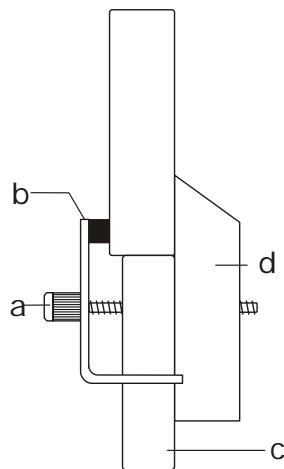

Fig. 5 Montage du cristal sur le porte-échantillon (a Vis, b Griffe de serrage, c Support, d Partie fixe du porte-échantillon)
- Enlever la griffe de serrage du porte-échantillon et placer les baguettes en verre (U19205) sur le porte-échantillon au moyen du clip de montage (voir Fig. 5).
- Régler le bras de mesure sur l'angle  $2\theta = 45^\circ$ . Sélectionner le côté du goniomètre pour que le rayon incident et le rayon réfléchissant se situent sur la face inclinée du porte-échantillon (voir également Fig. 5).